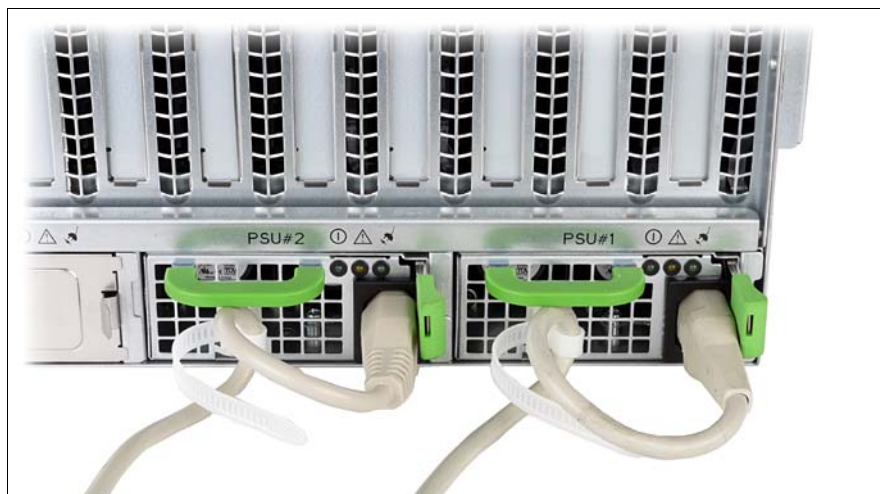

図 6: 電源コードを固定するためのケーブルクランプ
- ▶ ケーブルを 52 ページ の 図 6 に示すようにケーブルクランプに通します。